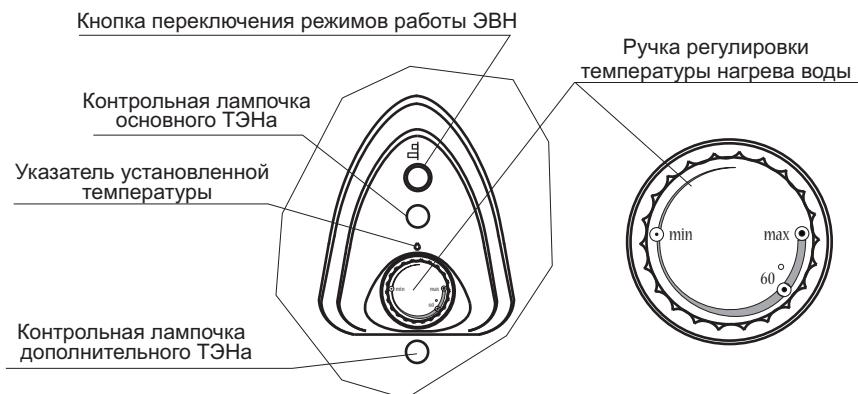

Рисунок 1 - Панель управления ЭВН
- Установка желаемой температуры нагрева воды производится поворотом ручки регулировки температуры нагрева воды: по часовой стрелке увеличивают температуру нагрева воды, против часовой стрелки - уменьшают. Для ориентации на шкале обозначено положение ручки терморегулятора, соответствующее нагреву воды примерно до 60 °C (см. рисунок 1).